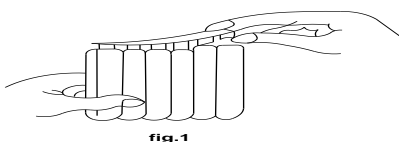

fig.1
1. Fjern forseglingen over påfyllingshullene på batteriet. Fjern deretter lokket fra påfyllingsbeholderen (fig.1). Forseglingsfolie kommer da til syne over hvert kammer. Ikke fjern disse. **Merk: Beholderen inneholder eksakt syremengde til batteriet.**